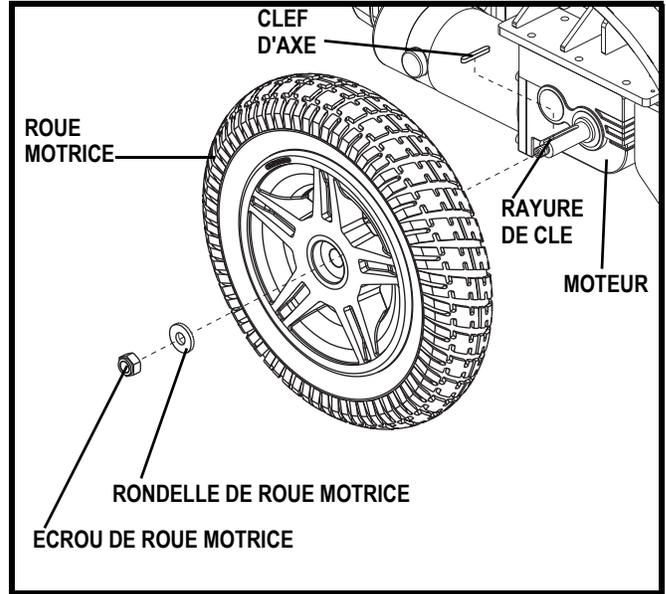

Figure 17. Roue motrice Jazzy Elite Serie démontée
4. Retirez l'écrou et la rondelle de roue motrice sur l'essieu. **Voir la figure 17.**